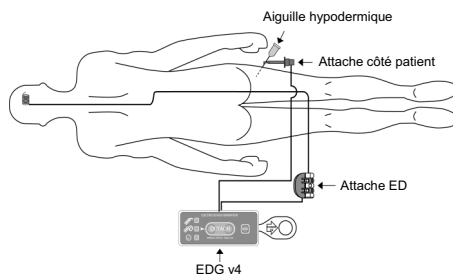

Figure 4. Schéma de principe du raccordement des fils entre la SPIRE ED, l'EDG v4 et une aiguille hypodermique placée dans le patient
- Si le voyant rouge ne s'éteint pas et que le voyant vert ne s'allume pas sur l'EDG v4 bien que l'extrémité distale du repère radio-opaque du poussoir atteigne le deuxième repère (côté proximal) du micro-cathéter, vérifiez par radioscopie chacune des connexions présentées à la Figure 4. Si vous ne constatez pas d'anomalies dans les connexions, remplacez cette SPIRE ED par une neuve.
L'attache côté patient (noire) de l'EDG v4 doit être connectée à l'aiguille hypodermique (en acier inoxydable sans revêtement de résine, calibre 20–22) placée à 10 mm de profondeur au moins dans la cuisse ou l'aîne du patient. (Figure 4)
L'attache ED (blanche/orange) de l'EDG v4 doit être connectée à l'extrémité proximale du poussoir de la SPIRE ED. (Figure 4)